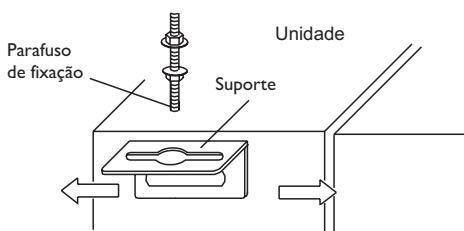

Fig. 3-V
- Instale o suporte na unidade, conforme a Fig. 3-V.